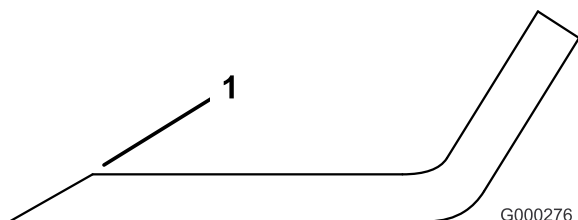

図 21
1. ブレードは、左右の刃先部分を研磨する【図 21】。刃先の角度を変えないように注意すること。左右を同じだけ削るようにすればバランスが狂わない。